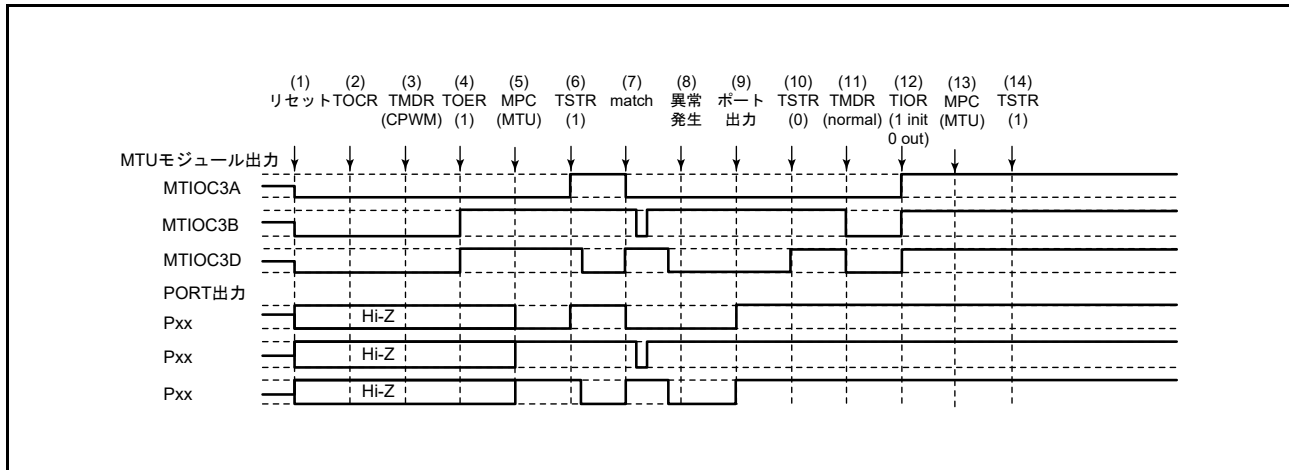

図 20.147 相補 PWM モードで異常が発生し、ノーマルモードで復帰する場合
相補 PWM モードで異常が発生し、再設定後ノーマルモードで再スタートする場合の説明図を図 20.147 に示します。
(1) ~ (10) は図 20.147 と共通です。
(11) PWM モード 1 を設定してください (MTU 出力は Low となります)。
(12) TIOR レジスタで端子を初期化してください。なお、PWM モード 1 では MTIOCnB (MTIOCnD) 端子に波形が出力されません。出力すべきレベルがある場合は、I/O ポートのポート方向レジスタ (PDR)、ポート出力データレジスタ (PODR) で汎用出力ポートの設定をしてください。
(13) MPC と I/O ポートのポートモードレジスタ (PMR) で MTU 出力としてください。
(14) TSTR レジスタで再スタートします。
(11) MPC と I/O ポートのポートモードレジスタ (PMR) で MTU 出力としてください。
(12) TSTR レジスタで再スタートします。
(13) コンペアマッチの発生により相補 PWM 波形を出力します。
(1)～(10)は図 20.147 と共通です。
- (11) ノーマルモードを設定し新しい設定値を設定してください（MTU 出力は Low となります）。
- (12) TOER レジスタで MTU3、MTU4 の出力を禁止してください。
- (13) TOCR レジスタで相補 PWM モードの出力レベルと周期出力の許可 / 禁止を選択してください。
- (14) 相補 PWM モードを設定します。
- (15) TOER レジスタで MTU3、MTU4 の出力を許可してください。
- (16) MPC と I/O ポートのポートモードレジスタ（PMR）で MTU 出力としてください。
- (17) TSTR レジスタで再スタートします。
(11) ノーマルモードを設定してください (MTU 出力は Low となります)。
(12) TOER レジスタで MTU3、MTU4 の出力を禁止してください。
(13) TOCR レジスタでリセット同期 PWM モードの出力レベルと周期出力の許可 / 禁止を選択してください。
(14) リセット同期 PWM モードを設定します。
(15) TOER レジスタで MTU3、MTU4 の出力を許可してください。
(16) MPC と I/O ポートのポートモードレジスタ (PMR) で MTU 出力としてください。
(17) TSTR レジスタで再スタートします。